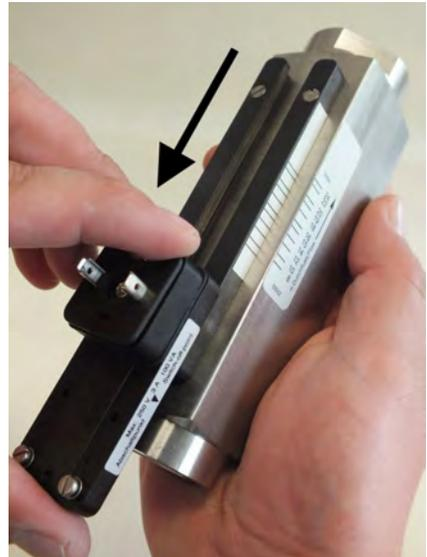

Abb. 64: Schaltkontakt aus Führung schieben
- 4.** Den Schaltkontakt in Pfeilrichtung (Abb. 64) aus den Führungsleisten schieben